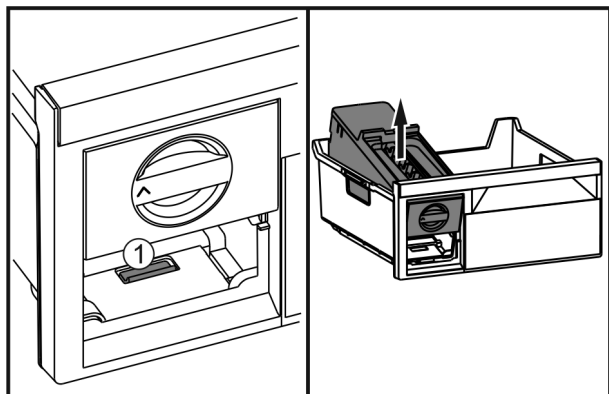

Fig. 54
- ▶ Appuyer sur la languette Fig. 54 (1), soulever l'EasyTwist-Ice depuis l'arrière et le faire sortir du tiroir de congélation.